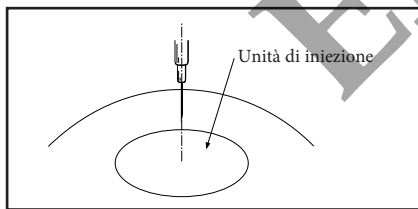

FIGURA 10
- a) Inserire un ago ipodermico standard, nuovo, sterile, da 21 G (o più piccolo) angolato a 12°, nell'unità di iniezione. Idealmente, l'ago dovrebbe penetrare perpendicolarmente alla sommità dell'unità, come illustrato nella Figura 10. NON fare penetrare l'ago in posizione angolata nell'unità di iniezione.